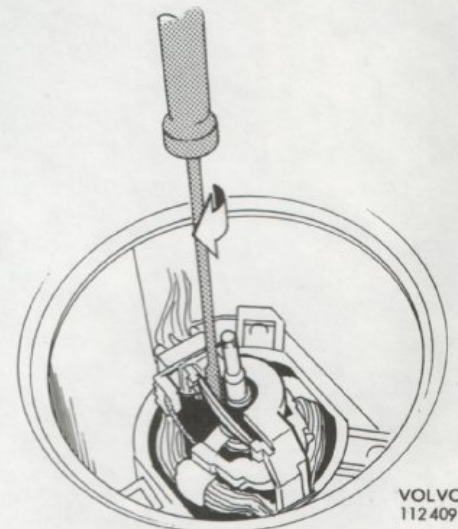

Bild 2.
1. Demontera enhetens högra yttre gavel samt turbinhjul, se verkstadshandbok 140, 164 avd. 8 (85).
2. Lätta med en skruvmejsel på fjädern som håller kulan (glidlager), bild 2.